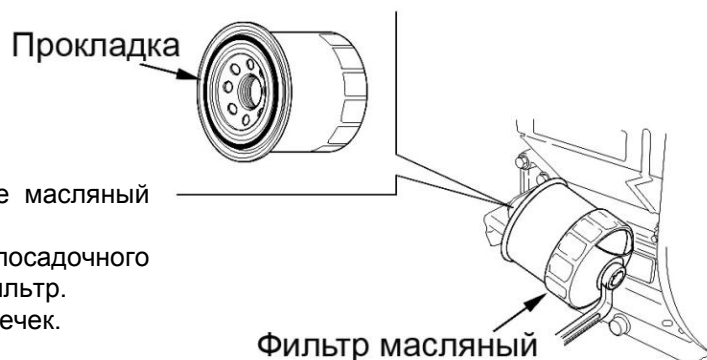

Рис. 10
- Раз в 6 месяцев (при необходимости чаще) заменяйте масляный фильтр (См. Рис.10).